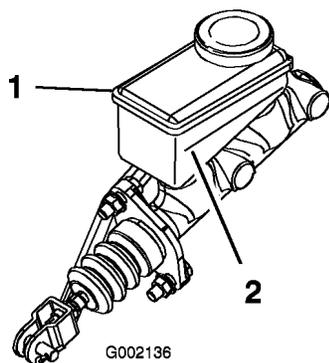

Figure 50
2. Observez le côté du réservoir. Le niveau doit se trouver au-dessus du repère minimum (Figure 50). Si le niveau de liquide est bas, nettoyez la surface autour du bouchon, retirez le bouchon et remplissez le réservoir jusqu'au-dessus du repère minimum. Ne remplissez pas excessivement.